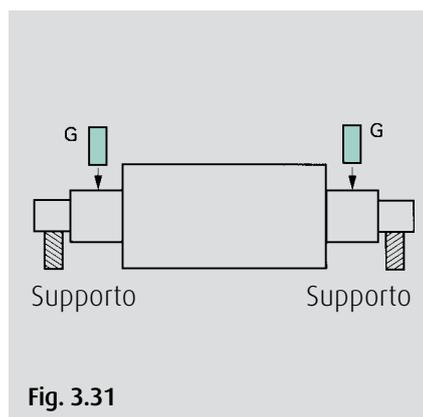

Fig. 3.31
2. Dopo aver rettificato il supporto di rettifica del cilindro, rettificare il collo del cilindro. Dopo la rettifica, verificare la rotondità, l'eccentricità e la cilindricità. (Fig. 3.31). Montare l'anello interno facendo coincidere la posizione massima (E oppure 0) con la posizione di eccentricità minima del collo del cilindro.